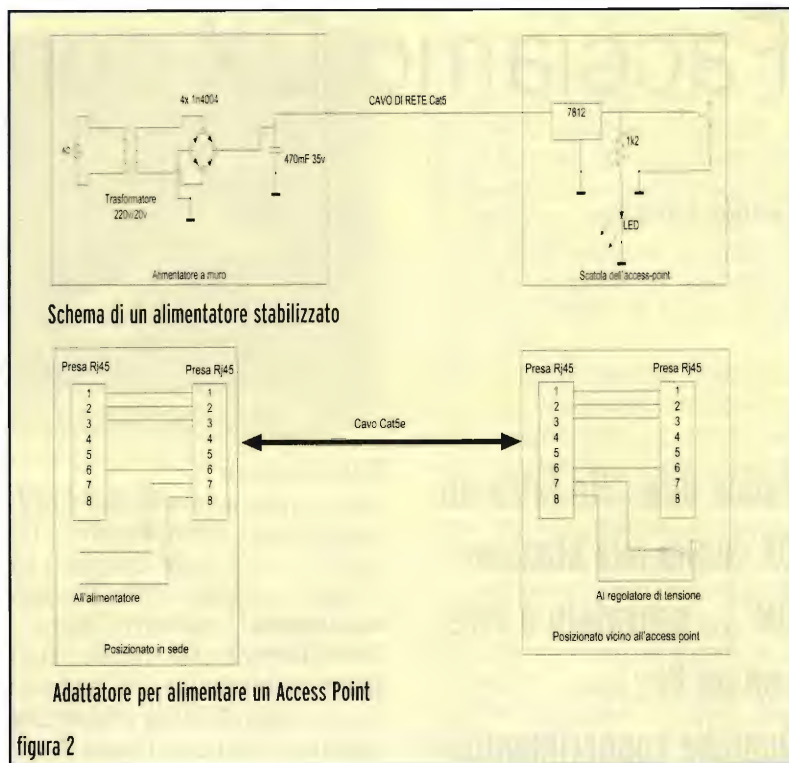

figura 2
- **alimentazione:** stesso problema presentatosi per il cavo dell'antenna si presenta con l'alimentazione. Se parto con 12V dall'alimentatore... dopo 30mt ne avrò 10V a vuoto e circa 9V sotto carico. Troppo pochi per un corretto funzionamento. Per risolvere il tutto basta costruire un piccolo alimentatore da 18-20volt (la stessa rivista ne presenta almeno un progetto al mese) e posizionare un semplice stabilizzatore nel contenitore dell'AP montato in terrazza. Avremo così un bel po' di margine e anche se perdiamo 2-3 volt lungo il cavo ne abbiamo ancora abbastanza per averne 12 stabilizzati. Vi do un altro consiglio: per eliminare il cavo di alimentazione possiamo sfruttare lo stesso cavo di rete!!!! Mi spiego meglio... degli otto contatti presenti nel plug RJ45 solo quattro sono sfruttati per la rete(1, 2, 3 e 6). Costruendo un semplicissimo adattatore possiamo sfruttare gli altri quattro (a noi ne serviranno solo due, magari il sette e l'otto) per portare l'alimentazione in terrazza. Forse un disegnano vi farà capire meglio... (vedi figura 2)